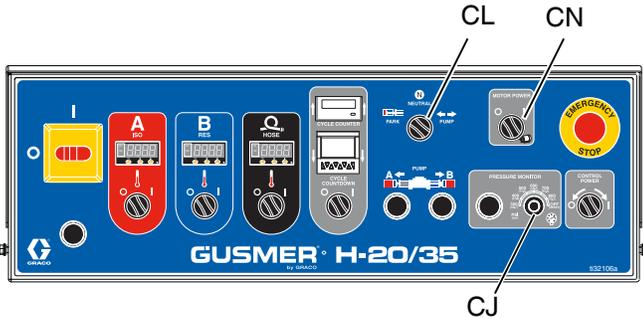

FIG. 39
9. Tournez le bouton de surveillance de la pression (CJ) sur OFF (Arrêt). Voir la FIG. 39.
10. Lancez le moteur hydraulique en activant l'interrupteur d'alimentation du moteur (CN). Tourner l'interrupteur de commande (CL) de la pompe sur POMPE.